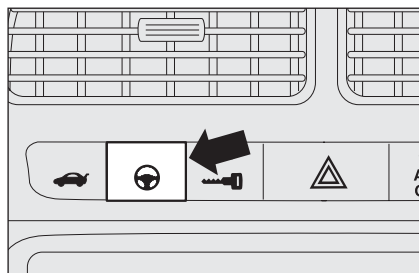

fig. 114
- dalla illuminazione della scritta **CITY** sul pulsante, dopo la pressione dello stesso **fig. 114**.